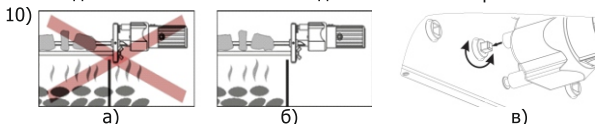

Рисунок 3. Установка двигателя: а) не верно; б) верно; в) сама установка
9) Когда мангал-автомат полностью готов и установлен, в последнюю очередь устанавливается съёмный двигатель (см рис. 3). Для этого предназначен выступ квадратного сечения в центре на защитном коробе с внешней стороны. У двигателя два режима работы: вперёд, стоп, реверс, которые легко переключаются клавишей на двигателе. Двигатель работает от одной батарейки размером 1D на 1,5 В. Возможно несоответствие оси двигателя и оси вращения шестерни из-за квадратного сечения. В этом случае необходимо повернуть ось двигателя до положения полного совпадения с осью шестерни.